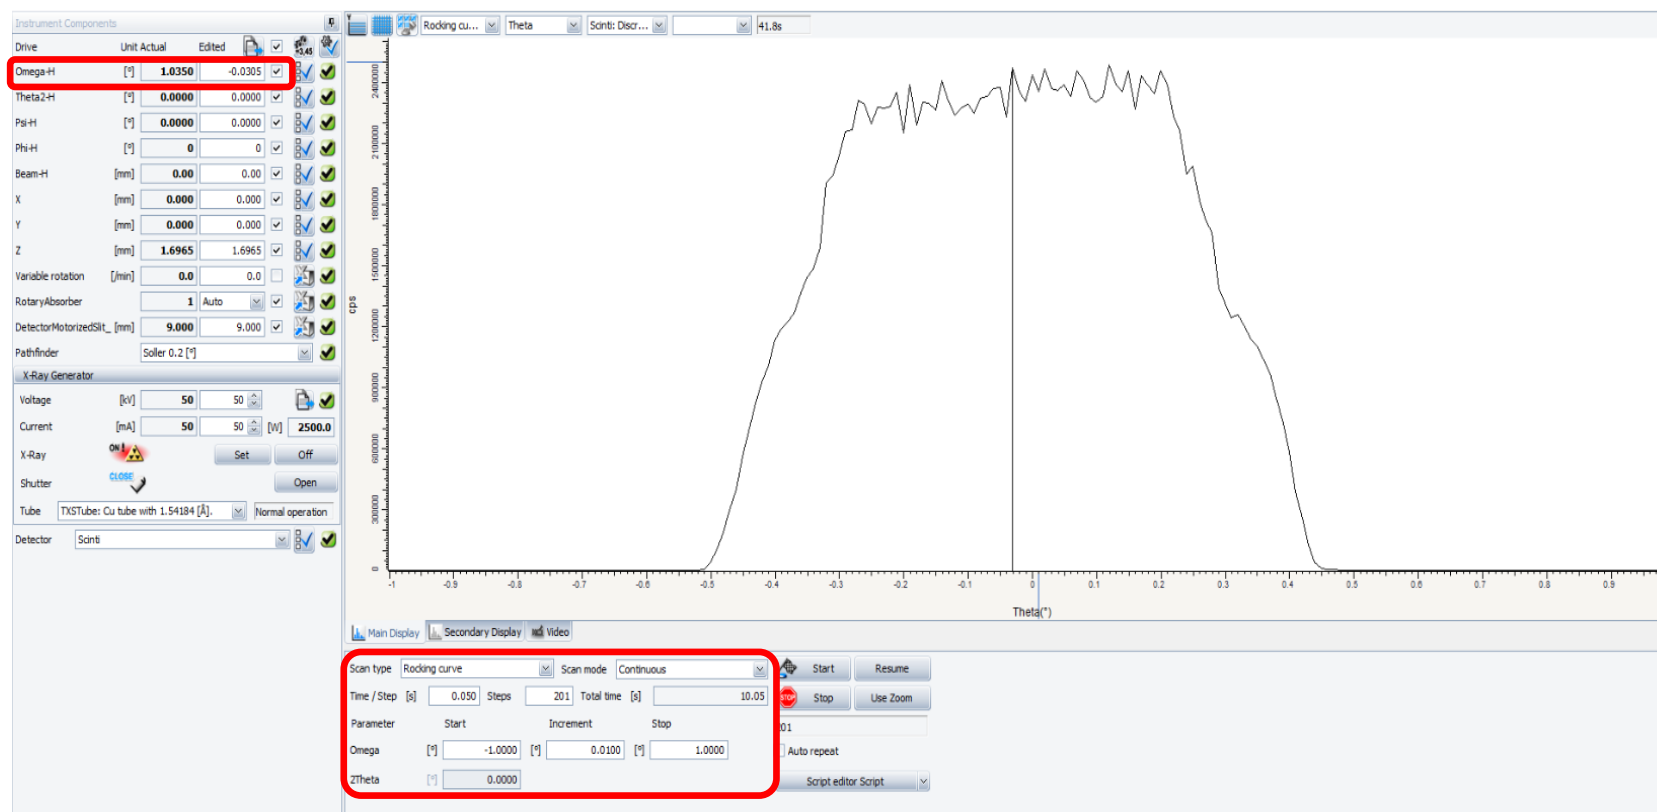

图 6-20 Rocking curve 扫描
6.9.2.1 扫描参数: Scan type: Rocking curve, Scan range: $-1.0^{\circ} \sim 1.0^{\circ}$, Increment: 0.01 or 0.005°/step, Time/Step: 0.1s/step, 在 Rocking curve 上的峰顶处双击来自动读取 Omega 角度值到左列 Omega-H 框中 (图 6-20)。